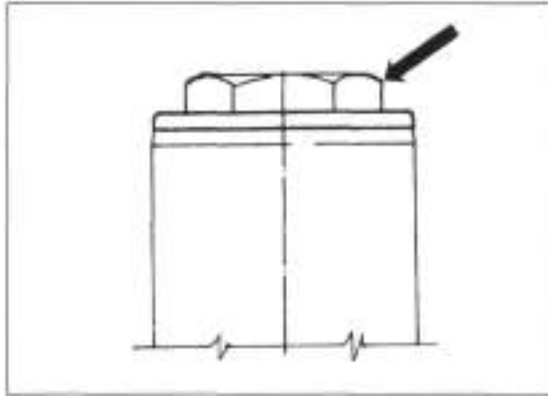

Bild 224
- ⚠ Bevor Gabelbein aus Gabelbrücken herausgezogen wird, obere Verschluss-schraube (Bild 224) bei angezogener Klemmung lockern.